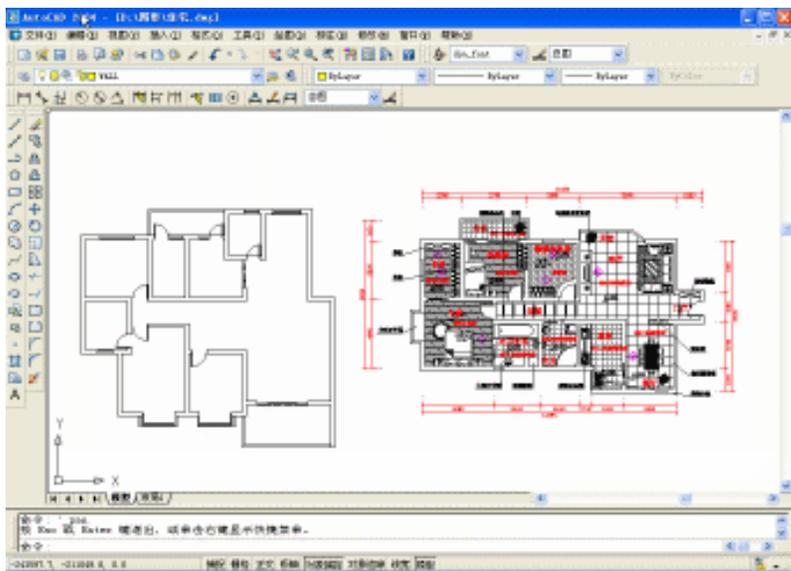
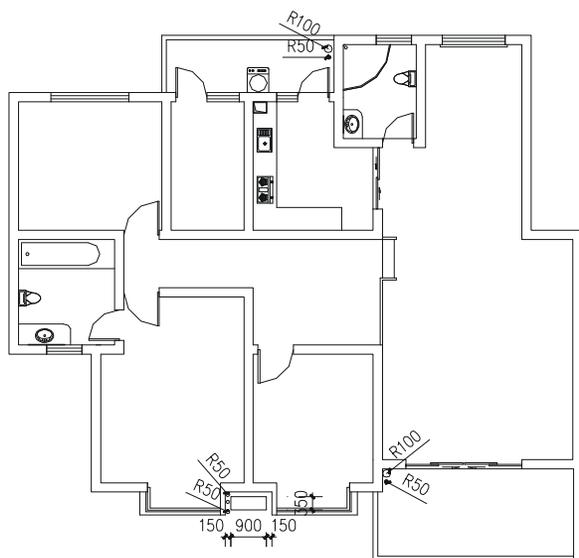
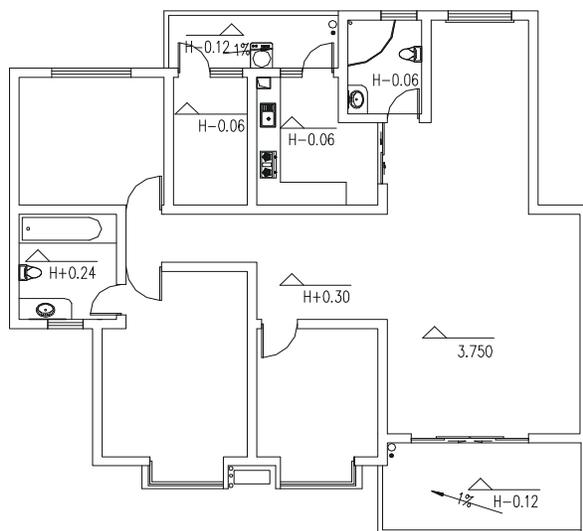
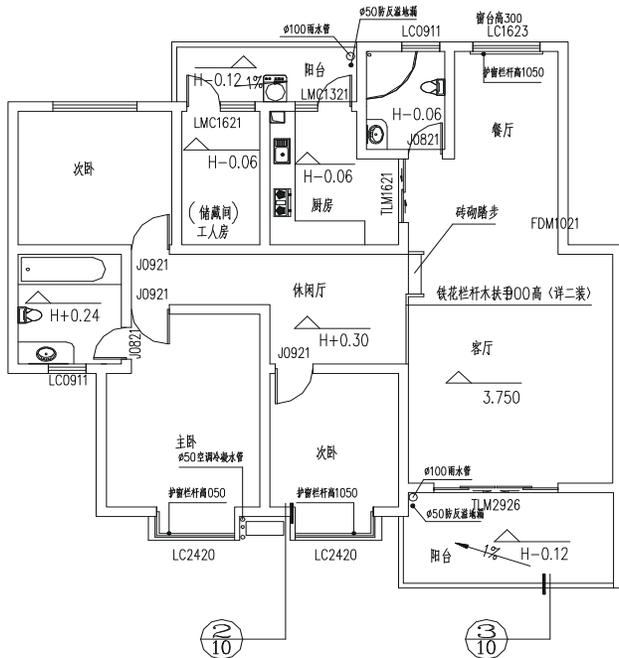

图 11-1-13
图 11-1-14
图 11-1-15
图 11-1-16
- STEP 18** 使用 **Ctrl+V** 键或单击常用工具栏上的粘贴按钮  ,将室内平面布局图效果文件中的平面图粘贴到住宅文件中,如图 11-1-13 所示。
- STEP 19** 参照室内装饰篇(即第 6 章)中平面布局图家具的插入方法,使用复制命令 **COPY** 将如图 11-1-13 所示中平面布局图内的一部分家具插入到左边的图中,如图 11-1-14 所示。
- STEP 21** 参照别墅实例篇中的标高标注, 对如图 11-1-14 所示的图形进行标高标注, 如图 11-1-15 所示。
- STEP 23** 参照别墅实例篇中的文字标注, 对如图 11-1-15 所示的图形进行文字标注, 其中包括门窗号的标注和房间的功能说明以及其他的说明, 如图 11-1-16 所示。